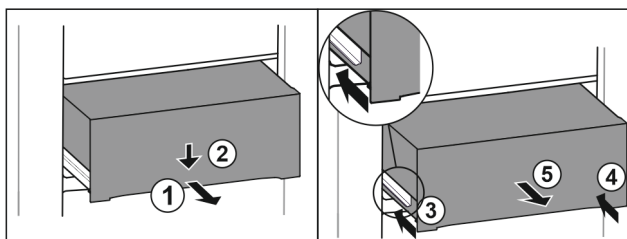

Fig. 93
- Vytiahnite zásuvku do polovice. Fig. 93 (1)
- Zatlačte zásuvku na prednej strane smerom nadol. Fig. 93 (2)
- Zasuňte ľavú koľajničku o cca 2 cm. Fig. 93 (3)
- Zasuňte pravú koľajničku o cca 2 cm. Fig. 93 (4)
- Odoberte zásuvku dopredu. Fig. 93 (5)